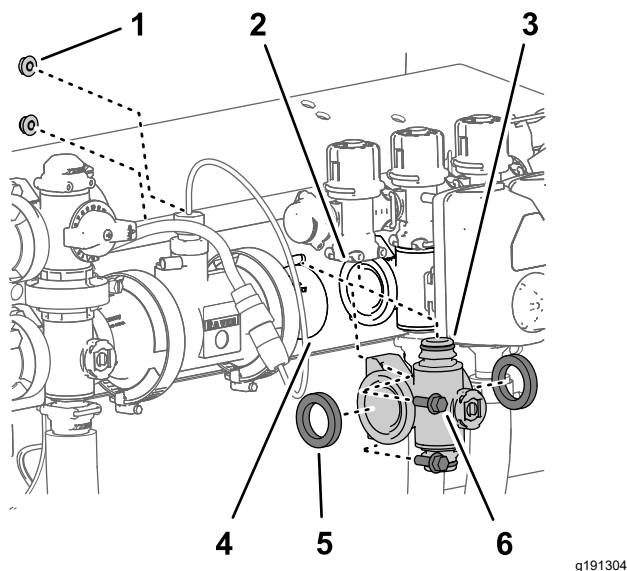

Bild 122
Bundkopfschrauben ($\frac{1}{4}'' \times \frac{3}{4}''$) und die zwei Sicherungsbundmuttern ($\frac{1}{4}''$), mit denen der Abschnittventilverteiler an der Ventilstütze befestigt ist (Bild 122).
5. Schieben Sie den Abschnittventilverteiler und die Dichtungen nach unten, um einen Abstand zum Abschnittsventil zu erhalten; entfernen Sie sie dann von der Maschine (Bild 122).